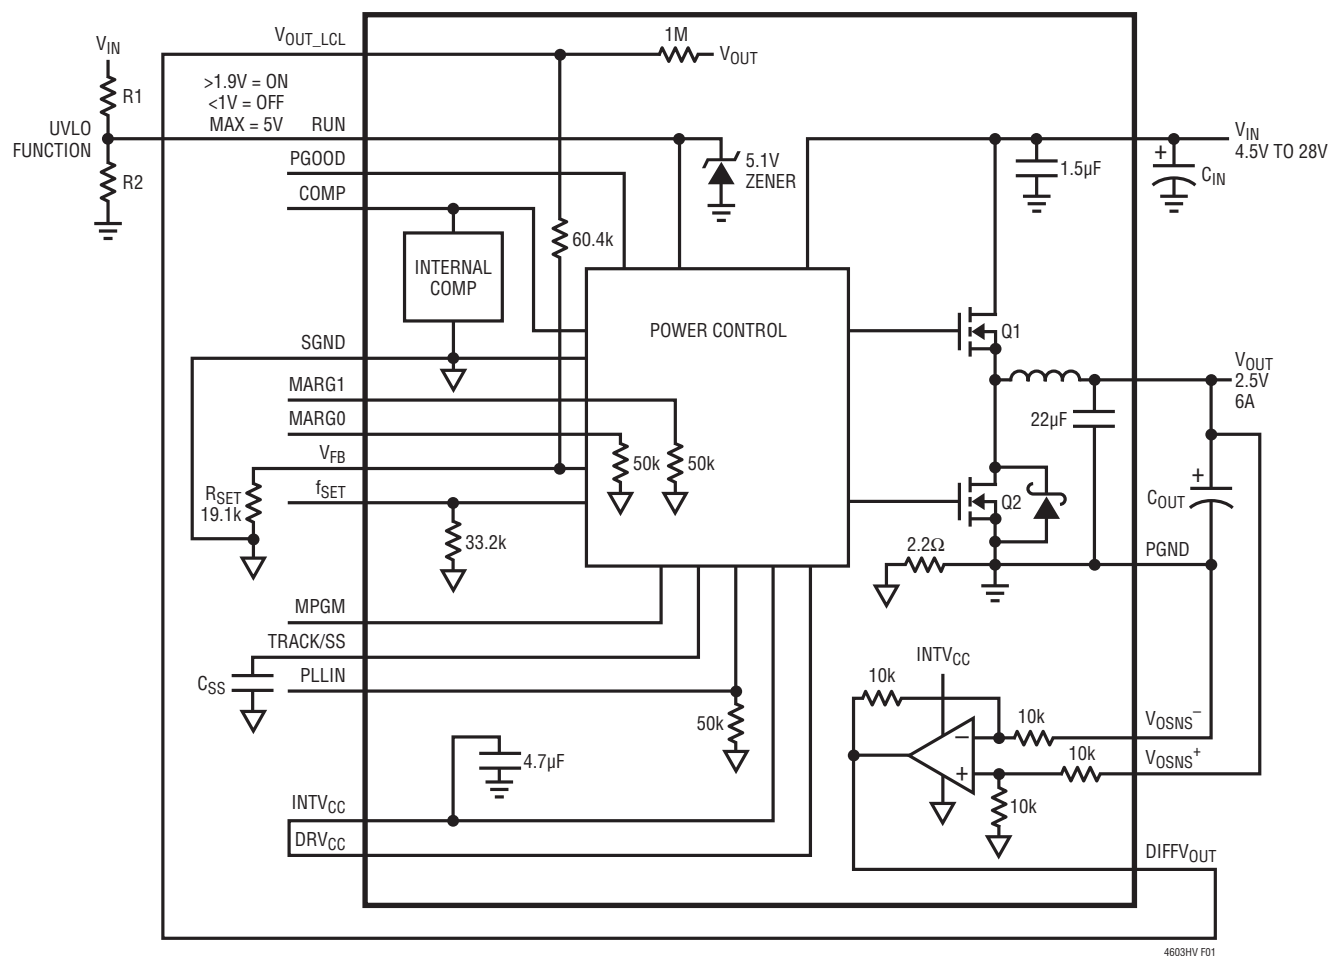

図1. LTM4603HVの簡略ブロック図
**RUN (ピン A10) :** 実行制御ピン。1.9V より高い電圧はモジュールをオンし、1V より低いときはモジュールをオフします。VIN からグラウンドに抵抗分割器を接続して、プログラム可能な UVLO 機能を実現することができます。図 1 を参照してください。このピンは、グラウンドへの 5.1V のツェナー・ダイオードを備えています。RUN ピンへの電流は、1mA より低く制限してください。
デカップリング  $T_A = 25^\circ\text{C}$ 。図1の構成を使用。
簡略ブロック図(図1)を参照してください。